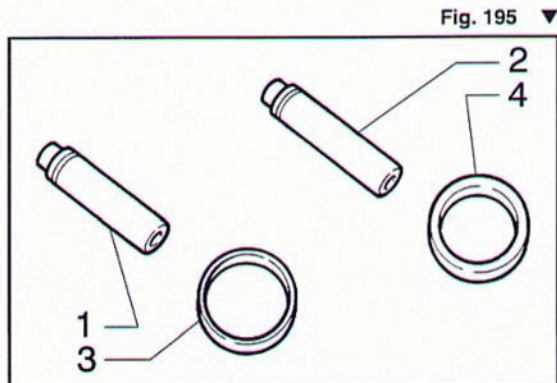

Fig. 195 ▼
Le guide valvola lato aspirazione (1) differiscono dalle guide valvola lato scarico (2) per la diversa tolleranza sul diametro interno e per il diverso materiale di cui sono costituite (**Fig. 195**).
The intake side valve guides (1) differ from the exhaust side valve guides (2) in the tolerances for the inner diameters and the material they are made of (**Fig. 195**).